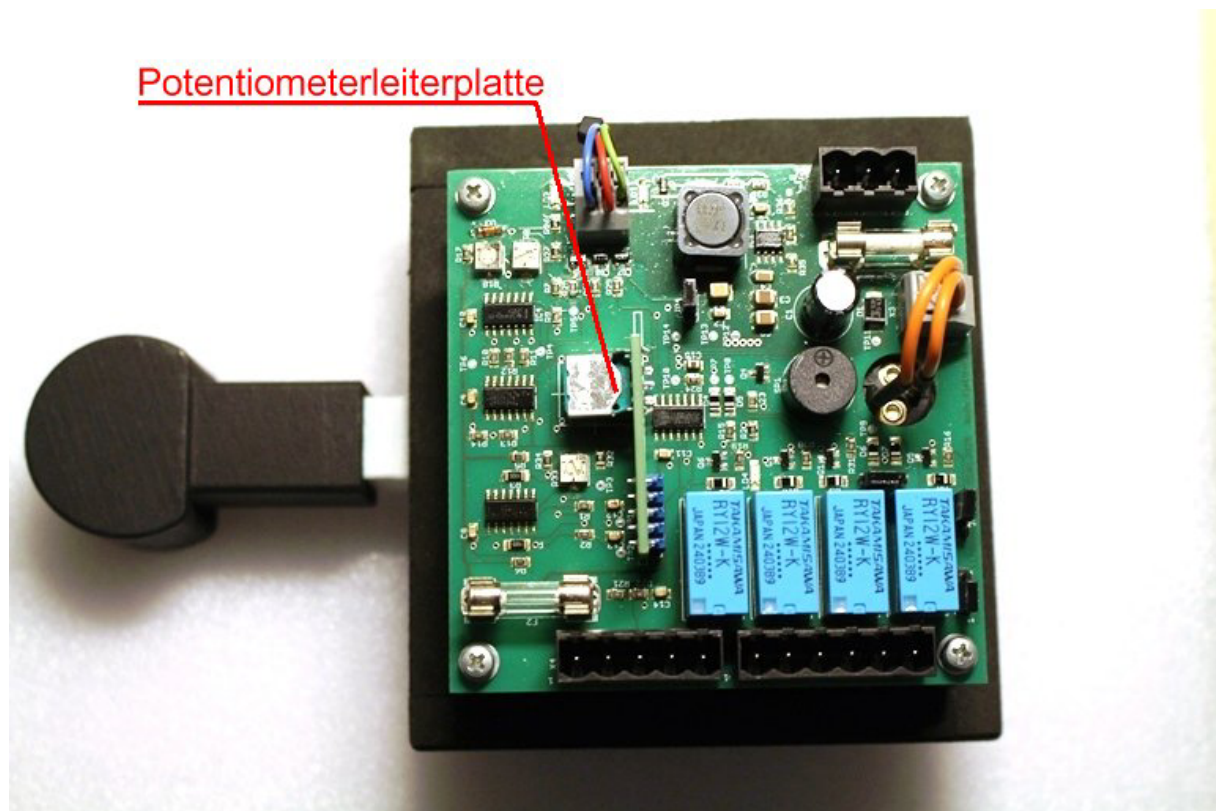

Abb. 4 – EHS-U-1M Bauteileseite (Fahrhebel Sonderausführung)
3. lösen Sie beiden Kabel des Schlüsselschalter aus der Klemme X3 (orangene Leitungen in Abb. 4)